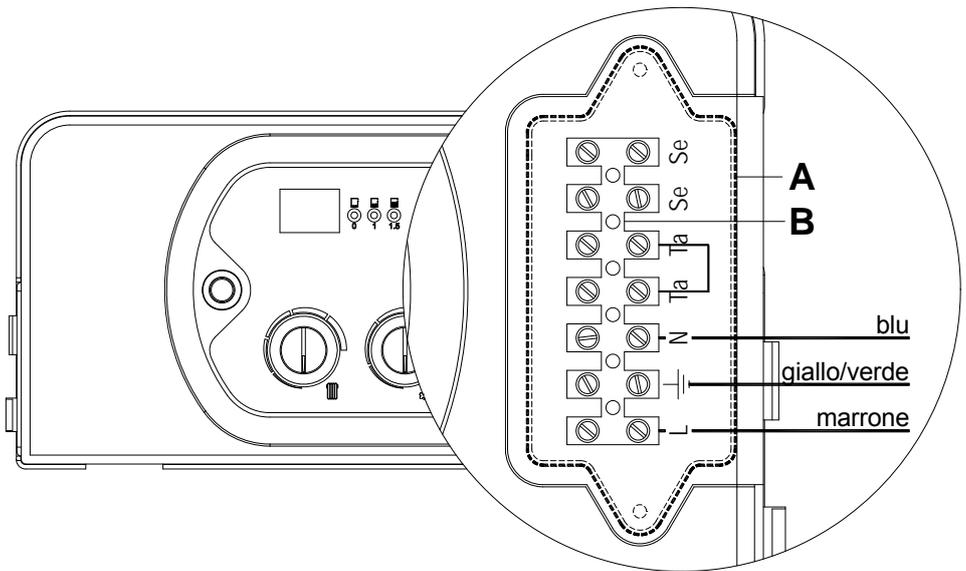

Fig. 1
- c. svitare le viti e rimuovere il piastrino A (vedi fig. 1).